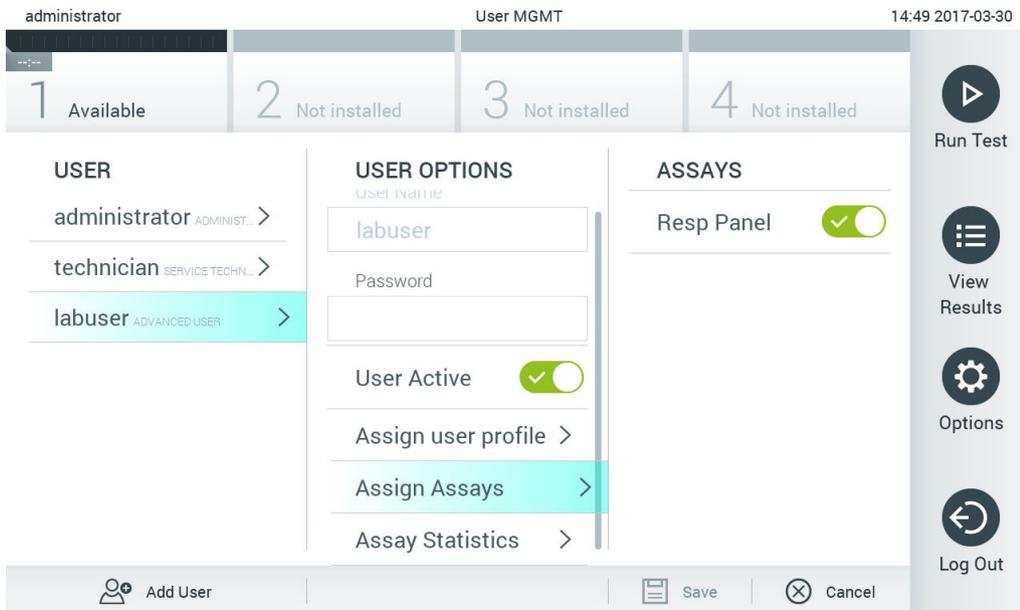

Figura 62. Atribuindo ensaios a usuários.
- Assign Assays (Atribuir ensaios): permite definir, a partir do banco de dados de ensaios, os ensaios que o usuário tem permissão para executar. Selecione os ensaios a partir da lista à direita da área de conteúdo (Figura 62)